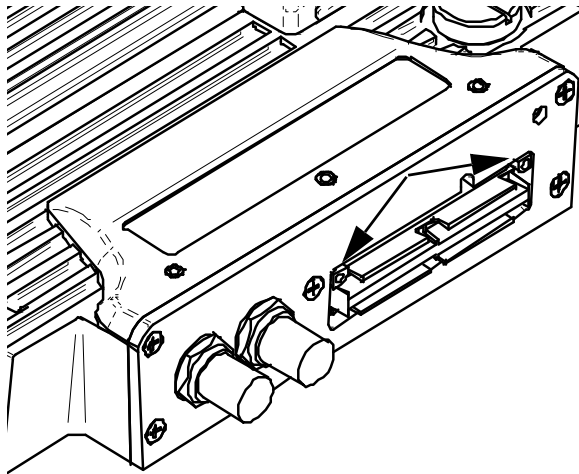

図 B-2 フェーズドアレイモジュールコネクターのガイドピンの位置
- a) フェーズドアレイプローブコネクターのガイドピンをフェーズドアレイモジュールコネクターに一致させて、正しく合わせます（140 ページの図 B-2）。